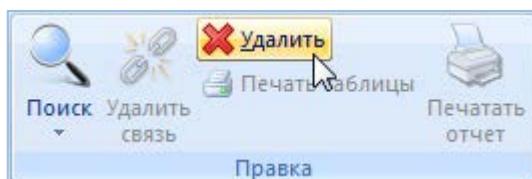

Рис. 9-59 – Панель «Правка»
- 3) Нажать кнопку «Удалить» панели «Правка» (рис. 9-59).